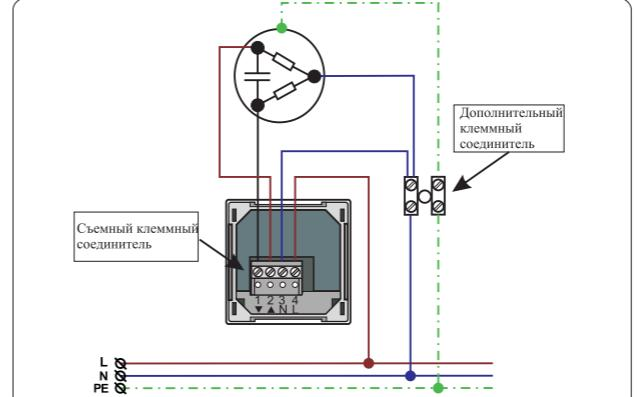

Рисунок 1. Типовая схема подключения
- Ознакомиться со стандартной схемой подключения (см. рис. 1).
- Подключить синий (голубой), провод привода («нейтраль») с помощью дополнительного клеммного соединителя к «нейтрали» питающей сети (см. рис. 1).
- Отсоединить съемный клеммный соединитель устройства (см. рис. 1).
- Подключить провод направления ВВЕРХ электропривода к контакту 2 устройства (см. рис. 1).
- Подключить провод направления ВНИЗ электропривода к контакту 1 устройства (см. рис. 1).